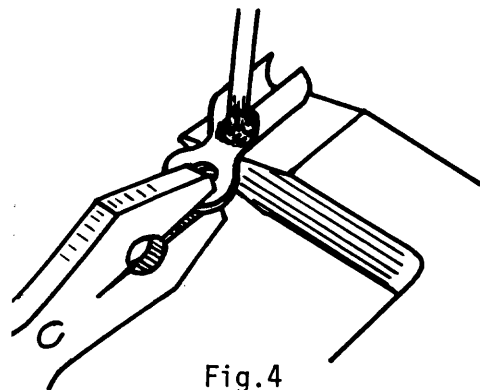

Fig.4
- b Estañe la parte interior del mango del terminal manteniendo la punta del caufín en contacto con la parte a estañar (fig.4).